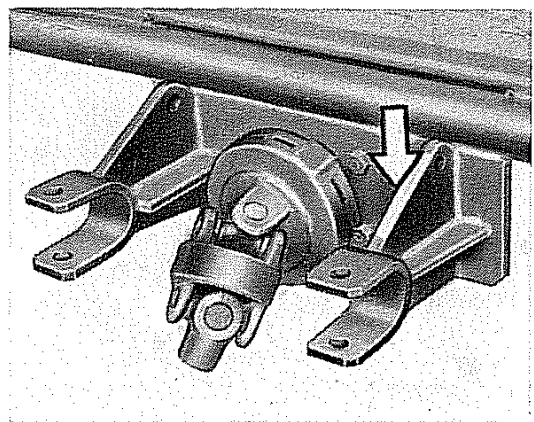

Fig. 6 - Identificazione fresa
N.B. - Sia il tipo che il numero di matricola della fresa si trovano stampigliati nel punto indicato dalla freccia in fig. 6.